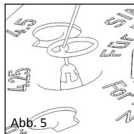

Abb. 5
■ **Abb. 5** Sollten es die anatomischen Gegebenheiten am Steigbügel verlangen, die Glocke der Partialprothese aufzubiegen, so ist dies mittels des Konus einfach möglich. Hierfür wird die aufgesetzte Partial-Prothese mit einer Nadel oder einem anderen mikrochirurgischen Instrument vorsichtig gegen den Konus gedrückt. Unter mikroskopischer Beobachtung kann die Glocke entsprechend aufgeweitet werden.